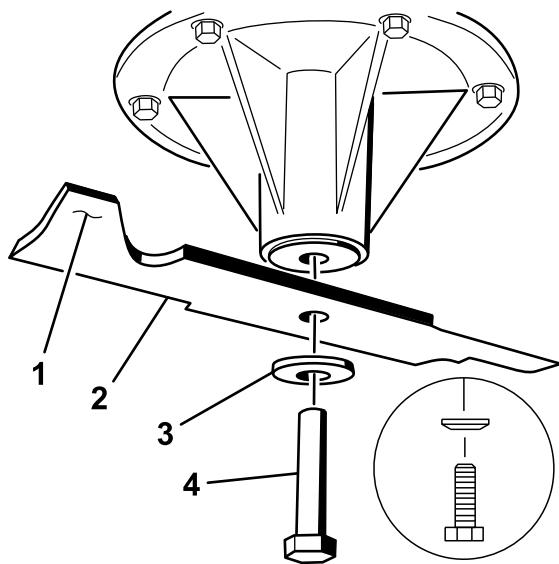

Figura 95
2. Verifique el equilibrio de la cuchilla colocándola sobre un equilibrador de cuchillas (Figura 94). Si la cuchilla se mantiene horizontal, está equilibrada y puede utilizarse. Si la cuchilla no está equilibrada, rebaje algo el metal en la parte de la vela solamente (Figura 95). Repita este procedimiento hasta que la cuchilla esté equilibrada.
1. Instale la cuchilla en el eje (Figura 95).
2. Instale la arandela de muelle y el perno de la cuchilla. El cono de la arandela de muelle debe estar orientado hacia la cabeza del perno (Figura 95). Apriete el perno de la cuchilla a 115–149 Nm.